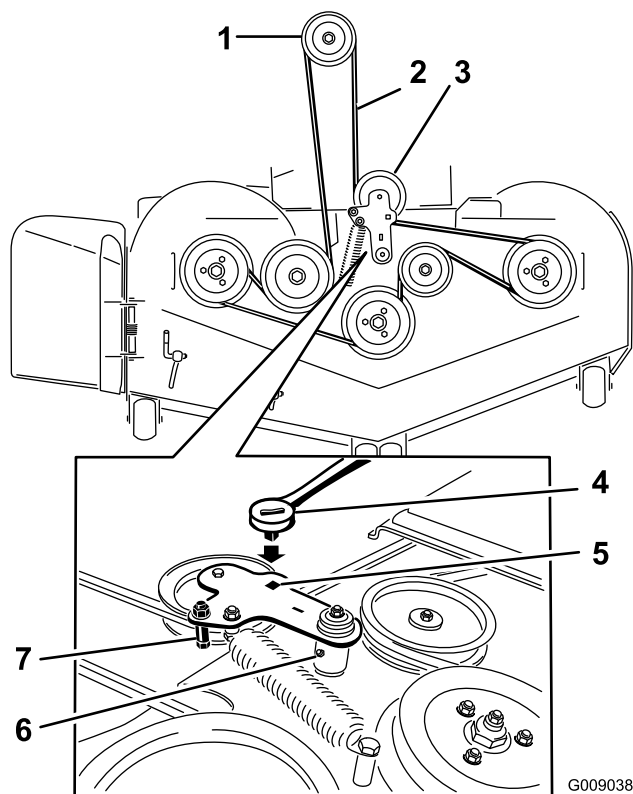

Figura 102
5. Levante la chapa de suelo e introduzca una llave dinamométrica en el taladro cuadrado del brazo tensor de la carcasa (Figura 102).
6. Gire cuidadosamente el brazo tensor de la carcasa en sentido horario y retire la correa del cortacésped (Figura 102).